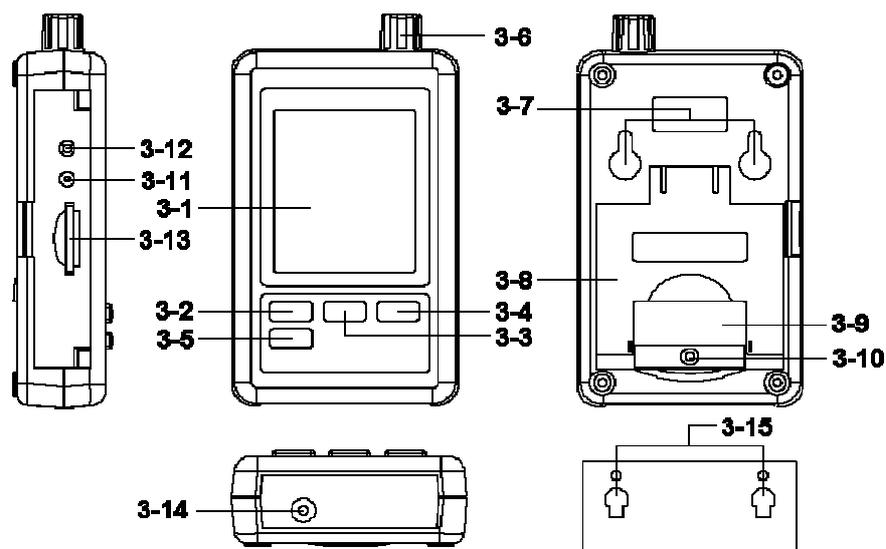

Fig.1
\* Allentare la "Vite del coperchio della batteria" (3-10, Fig. 1) e togliere il "Coperchio della batteria" (3-9, Fig. 1) dal misuratore.
2) Il " Display " (3-1, Fig. 1) visualizzerà tanto il valore dell'umidità come quello della temperatura rilevati dal sensore di Umidità / Temperatura (3-6, Fig. 1).
Prepari la memory card " SD " (da 1 GB fino a 16 GB, opzionale), inserisca la scheda SD nello "slot SD " (3-13, Fig. 1) seguendo la direzione corretta.
Prema il " tasto Logger (3-2, Fig. 1) > 2 secondi di seguito, fino a quando il display mostra l'indicatore "DATALOGGER"; rilascio il " Tasto Logger " (3-2, Fig.1), i dati della misura con le informazioni temporali saranno archiviate nella memoria.
Durante l'esecuzione della funzione di Datalogger (il display mostra l'indicatore " Datalogger "), prema il " Tasto Logger " (3-2, Fig. 1) di seguito per due secondi, fino a quando l'indicatore del display " DATALOGGER " scompare; rilasci il " Tasto Logger" e la funzione di Datalogger terminerà.
Prema il " Tasto Time " (3-3, Fig. 1) > 2 secondi di seguito; il display LCD visualizzerà l'informazione di Anno/Mese/Giorno, Ora/Minuto/Sec. e il valore della prova.
- 1) Dopo aver eseguito la funzione Data Logger, togliere la scheda SD dalla " fessura della scheda SD " (3-13, Fig. 1).
Quando non c'è la funzione Datalogger, prema il "Tasto SET" (3-5, Fig. 1) per 2 secondi per accedere alla "Modalità di Configurazione"; quindi rilasci il "tasto SET" e di seguito prema il "tasto SET" (3-5, Fig. 1) una volta mentre appare la sequenza delle sette funzioni principali: